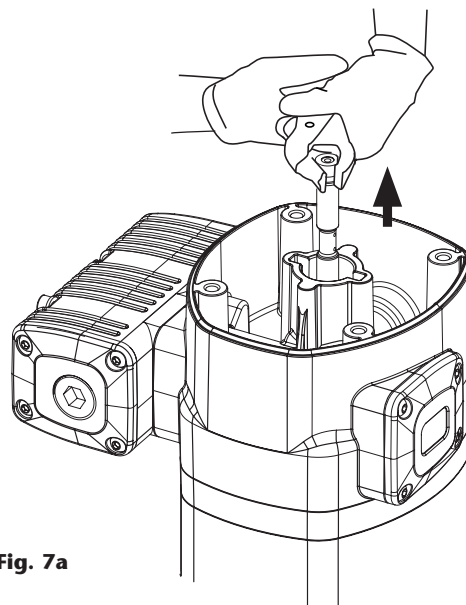
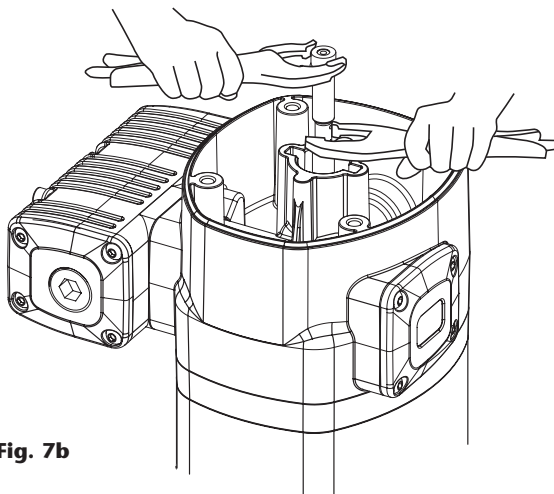

Fig. 7a
Fig. 7b
1. Dévisser les quatre vis (2) et retirer le couvercle (3).
2. Dévisser le bouchon de l'inverseur (4).
3. Avec une pince manuelle sur la douille de serrage (5), tirer la tige (40) vers l'extérieur jusqu'à ce qu'apparaisse son évidement central (Fig. 7a). Puis, avec une autre pince manuelle, saisir la tige (40) sur l'évidement pour prévenir les dommages sur la surface pouvant entraîner des problèmes d'étanchéité, et dévisser l'écrou (5) (fig. 7b).
4. Enlever le joint (6) et la bague (7), puis utiliser les nouvelles lors du remontage.
5. Dévisser les quatre vis (55). Retirer le moteur (13) pour libérer la tête avec la bride (36).
6. Retirer le capuchon de l'inverseur (9). Remplacer les joints (8) et (10) de ce capuchon.
7. Dévisser les cinq vis (37) et séparer le corps de moteur (13) de la bride (36). Retirer la rondelle (32) et remplacer le joint (8).
8. Retirer le cylindre (50) en tenant soigneusement le piston (45). Remplacer le joint (44) du piston.
9. Remontage dans l'ordre inverse, Application frein filet sur les vis (37), la douille de serrage (5) et le bouchon de l'inverseur (4).